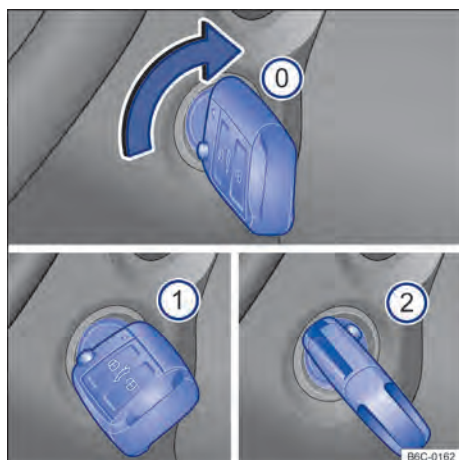

Fig. 87 Ao lado do volante, à direita: posições da chave do veículo no cilindro da ignição.
Posições da chave do veículo → Fig. 87
- ① Ignição desligada. A chave do veículo pode ser retirada.
- ① Ignição ligada.
- ② Pisar no pedal do freio (*veículos com transmissão automática*), ou no pedal da embreagem (*veículos com transmissão manual*) e ligar o motor. Quando o motor pegar, soltar a chave da ignição. Ao soltar, a chave do veículo retorna à posição → Fig. 87 ①.
– *Veículos com cilindro da ignição:* girar a chave do veículo na posição → Fig. 87 . A ignição está ligada. Nesse instante a luz de controle do sistema de partida aquecida  irá se acender no instrumento combinado. Aguardar que a luz de controle  se apague indicando o término do aquecimento do combustível (esta ação poderá ser necessária em condições de partida com o motor frio).
– *Veículos com cilindro da ignição:* girar a chave do veículo no cilindro da ignição para a posição → Fig. 87  – não acelerar. Quando o motor começar a funcionar, soltar a chave do veículo no cilindro da ignição.
- *Veículos com cilindro da ignição*: girar a chave do veículo no cilindro da ignição na posição → Fig. 87 .